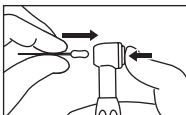

Fig. 2
- Sätt in instrumenthandtaget i chucken (fig. 2) och släpp knappen.